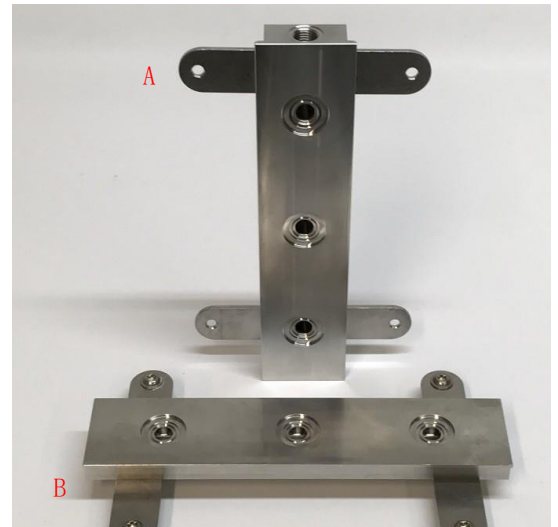

图6: 带有安装板的流量适配器，用于水平安装或放置在工作台上
5. BlueVary可以垂直安装(A)或放在长凳上(B)。(图6)
传感器有一个流量适配器(图6: A)，待测气体流经该适配器。它的尺寸可以从1/8英寸到1 1/4”。